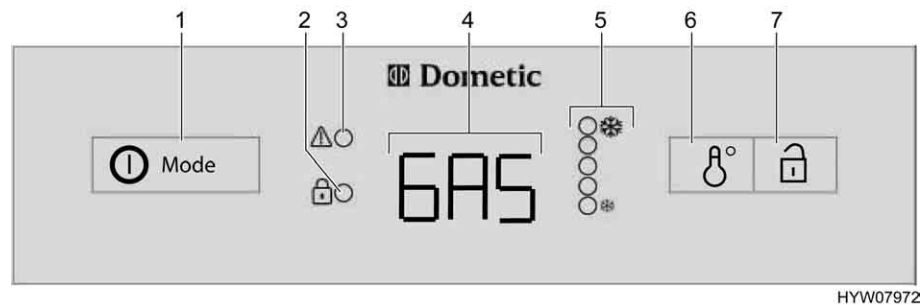

Fig. 123 Boutons de commande pour le réfrigérateur (Dometic Série 8 avec AES)
En cas de dysfonctionnement, l'indicateur DEL de dysfonctionnement "⚠" (Fig. 123,3) clignote.
Lorsque le mode automatique est sélectionné, qu'**aucune** tension 230 V n'est branchée et que le moteur du véhicule est à l'**arrêt**, l'AES choisira automatiquement l'alimentation en gaz. Dès que le fonctionnement au gaz est activé, la veilleuse de sécurité s'ouvre automatiquement, de sorte que le gaz peut arriver au brûleur. En même temps, l'allumage électronique est connecté. Si la flamme s'éteint, p. ex. en raison d'un courant d'air, l'allumage s'active automatiquement et rallume le gaz. En cas de dysfonctionnement du régime au gaz, le texte "GAS" clignote dans le voyant de contrôle (Fig. 123,4).
Lorsque le réfrigérateur est mis en marche, il choisit automatiquement la température moyenne du thermostat. Ce réglage peut cependant être corrigé manuellement à l'aide d'interrupteur réglage de la température (Fig. 123,6). Les indicateurs DEL (Fig. 123,5) indiquent le réglage du thermostat sélectionné. La température de réfrigération de tous les trois types d'énergie est réglée par le même interrupteur. Il faudra attendre quelques heures jusqu'à ce que le réfrigérateur ait atteint sa température normale de réfrigération. Il garde toutefois son réglage de température lorsqu'on change d'un mode à un autre. La température de réfrigération est maintenue indépendamment du type d'énergie choisi.
- Appuyer sur le commutateur/sélecteur de source d'énergie (Fig. 123,1) pendant 2 secondes pour mettre l'appareil en marche. Le dernier mode de fonctionnement sélectionné est indiqué dans le voyant de contrôle (Fig. 123,4).
- Choisir le type d'énergie à l'aide du commutateur/sélecteur de source d'énergie (Fig. 123,1).
- Régler la température de refroidissement sur l'interrupteur de réglage de la température (Fig. 123,6). Les indicateurs DEL (Fig. 123,5) indiquent le réglage du thermostat sélectionné.
- Appuyer pendant 2 secondes sur le commutateur/sélecteur de source d'énergie (Fig. 123,1). Tous les indicateurs s'éteignent.